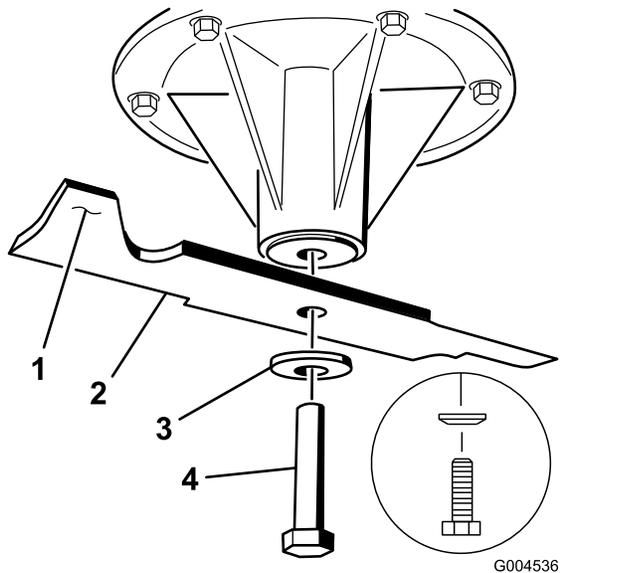

Figure 99
1. Placez la lame sur l'axe (Figure 99).
2. Mettez en place la rondelle élastique et le boulon de la lame (Figure 99).